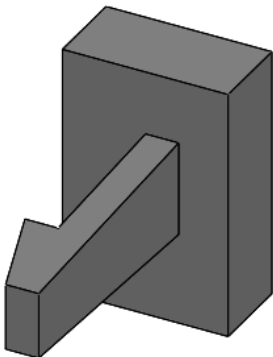

图 5-110 零件实体模型
- [1] 打开初始文件“Z5L17.prt”，零件实体模型如图 5-110 所示。